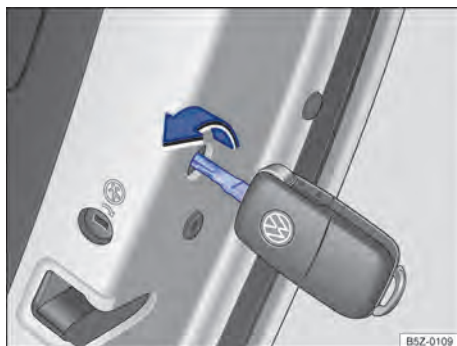

Fig. 51 Travamento de emergência do veículo com a chave do veículo.
- Remover a vedação de borracha na lateral da porta. A vedação está identificada por um cadeado 🔒 → Fig. 51.
- Inserir a haste da chave na fenda → Fig. 51 e girar no sentido horário (para fora do veículo) até o batente.